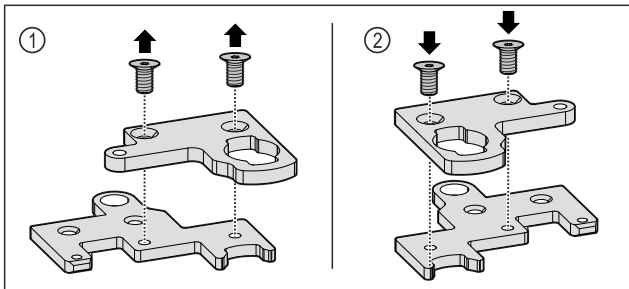

Fig. 35
- ▶ Zweiteiligen Scharnierwinkel auseinanderbauen. Fig. 35 (1)
- ▶ Zweiteiligen Scharnierwinkel um 180° gedreht wieder zusammenbauen. Fig. 35 (2)